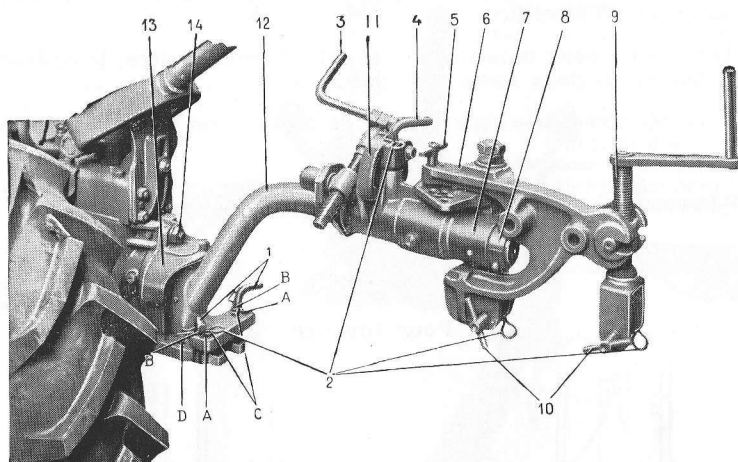

Fig. 11
3° Réglage de profondeur par vis et manivelle : (Voir Fig. 11 - Indice 9)
L'opération est d'une extrême simplicité et ne demande que quelques instants. Verrouiller la broche (4) en position haute en passant l'épingle dans le trou inférieur, sortir la bague d'arrêt (8), retirer l'ensemble porte-outils et secteur (6 et 7 fig. 11), accoupler l'extrémité du timon (12) dans le tube soudé sur le V d'attelage de la remorque, verrouiller à l'aide de la bague d'arrêt et de la broche (8).
Le montage s'effectue à l'aide de deux broches (10 fig. 11) verrouillées par les épingles (2).